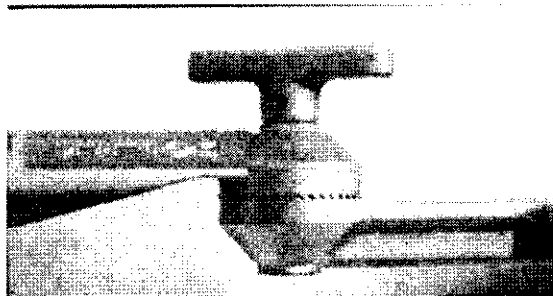

Figura 3: Encaje correcto de los dientes radiales Mayfield
Advertencia: Verifique siempre que los dos conjuntos de dientes radiales encajen correctamente al apretar el botón (figura 3).
C) Coloque el cabezal en posición y gire el botón hacia la derecha apretando fuertemente.. Verifique que los dos conjuntos de dientes radiales encajen correctamente (figura 3).